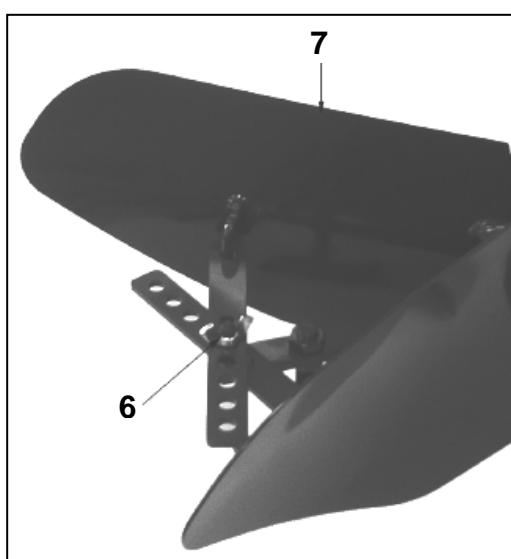

fig.8
**UTILIZZO (fig.8 pag.22)**
**USE (fig.8 page 22)**
**UTILISATION (fig.8 page 22)**
**USO (fig.8 pag.22)**
**GEBRAUCH (Abb.8 Seite 22)**